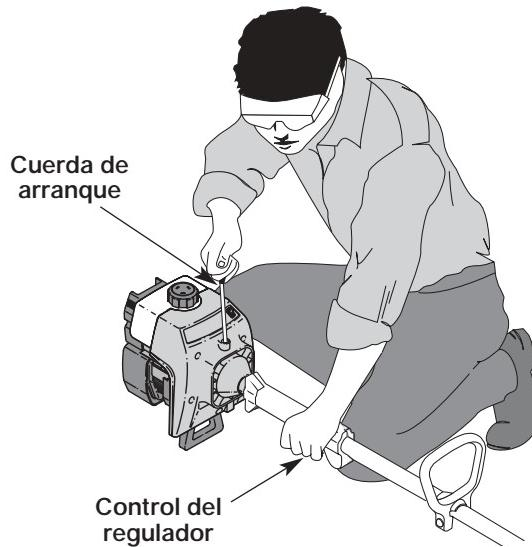

Figure 8
ADVERTENCIA: Evite los arranques accidentales. Colóquese en posición de inicio cuando tire de la cuerda de arranque (Fig. 8). El operador y la unidad deben estar en una posición estable al arrancar la unidad para evitar graves lesiones personales.
5. Con la unidad en posición de arranque (Fig. 8), apriete el control de aceleración a la posición abierta (aceleración completa). Tire la cuerda de arranque 5 veces vigorosamente mientras permanece en la posición de obturación **COMPLETA (A)** position. Si el motor intenta funcionar antes del quinto tirón, proceda al paso 6.
7. Tire de la cuerda de arranque rápidamente de 1 a 3 veces para arrancar el motor (Fig. 8).
1. Saque la mano del control del regulador (Fig. 8). Deje enfriar el motor en marcha en vacío.